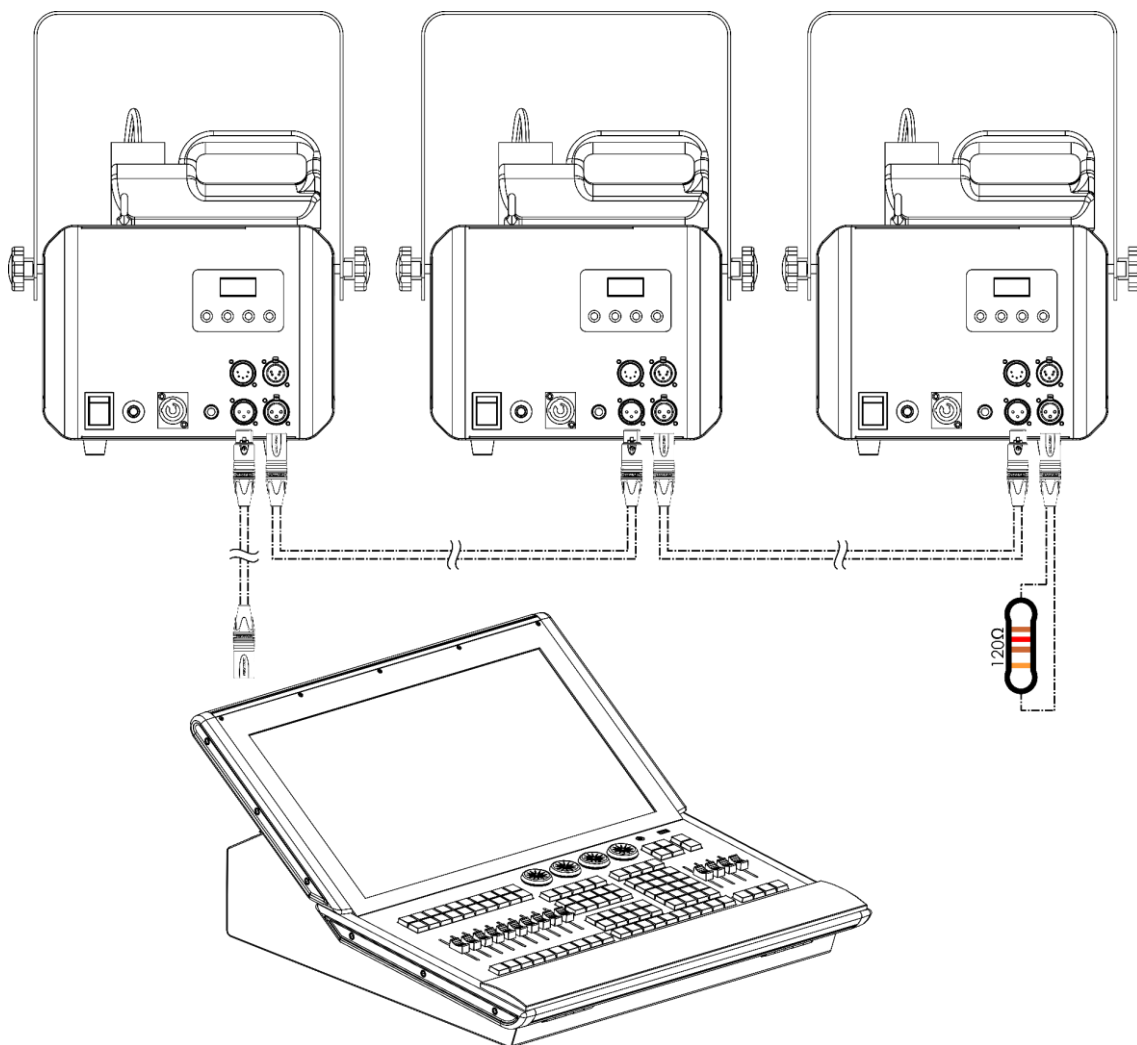

Fig. 07
- 03) Repita el paso 2 para conectar todos los dispositivos en cadena como se muestra en la Fig. 07.